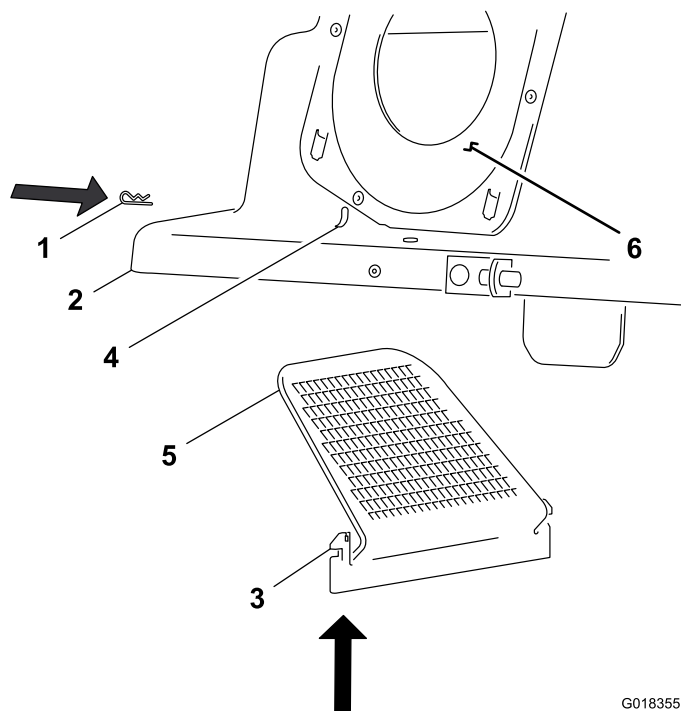

Figure 8
1. Repérez les fentes du déflecteur sur les parois latérales avant et arrière du couvercle du collecteur, et les pattes de montage sur le déflecteur de couvercle (Figure 8).
- Placez le couvercle de sorte que le joint d'étanchéité se trouve à votre gauche, comme montré à la Figure 8.
- Alignez le déflecteur de sorte que la partie grillagée soit en haut et orientée vers la gauche (Figure 8).
- Insérez le déflecteur dans le couvercle en passant par le bas (Figure 8).
- Alignez les pattes de montage du déflecteur sur les fentes du couvercle, et poussez les pattes de montage vers le haut pour les engager dans les fentes (Figure 8).